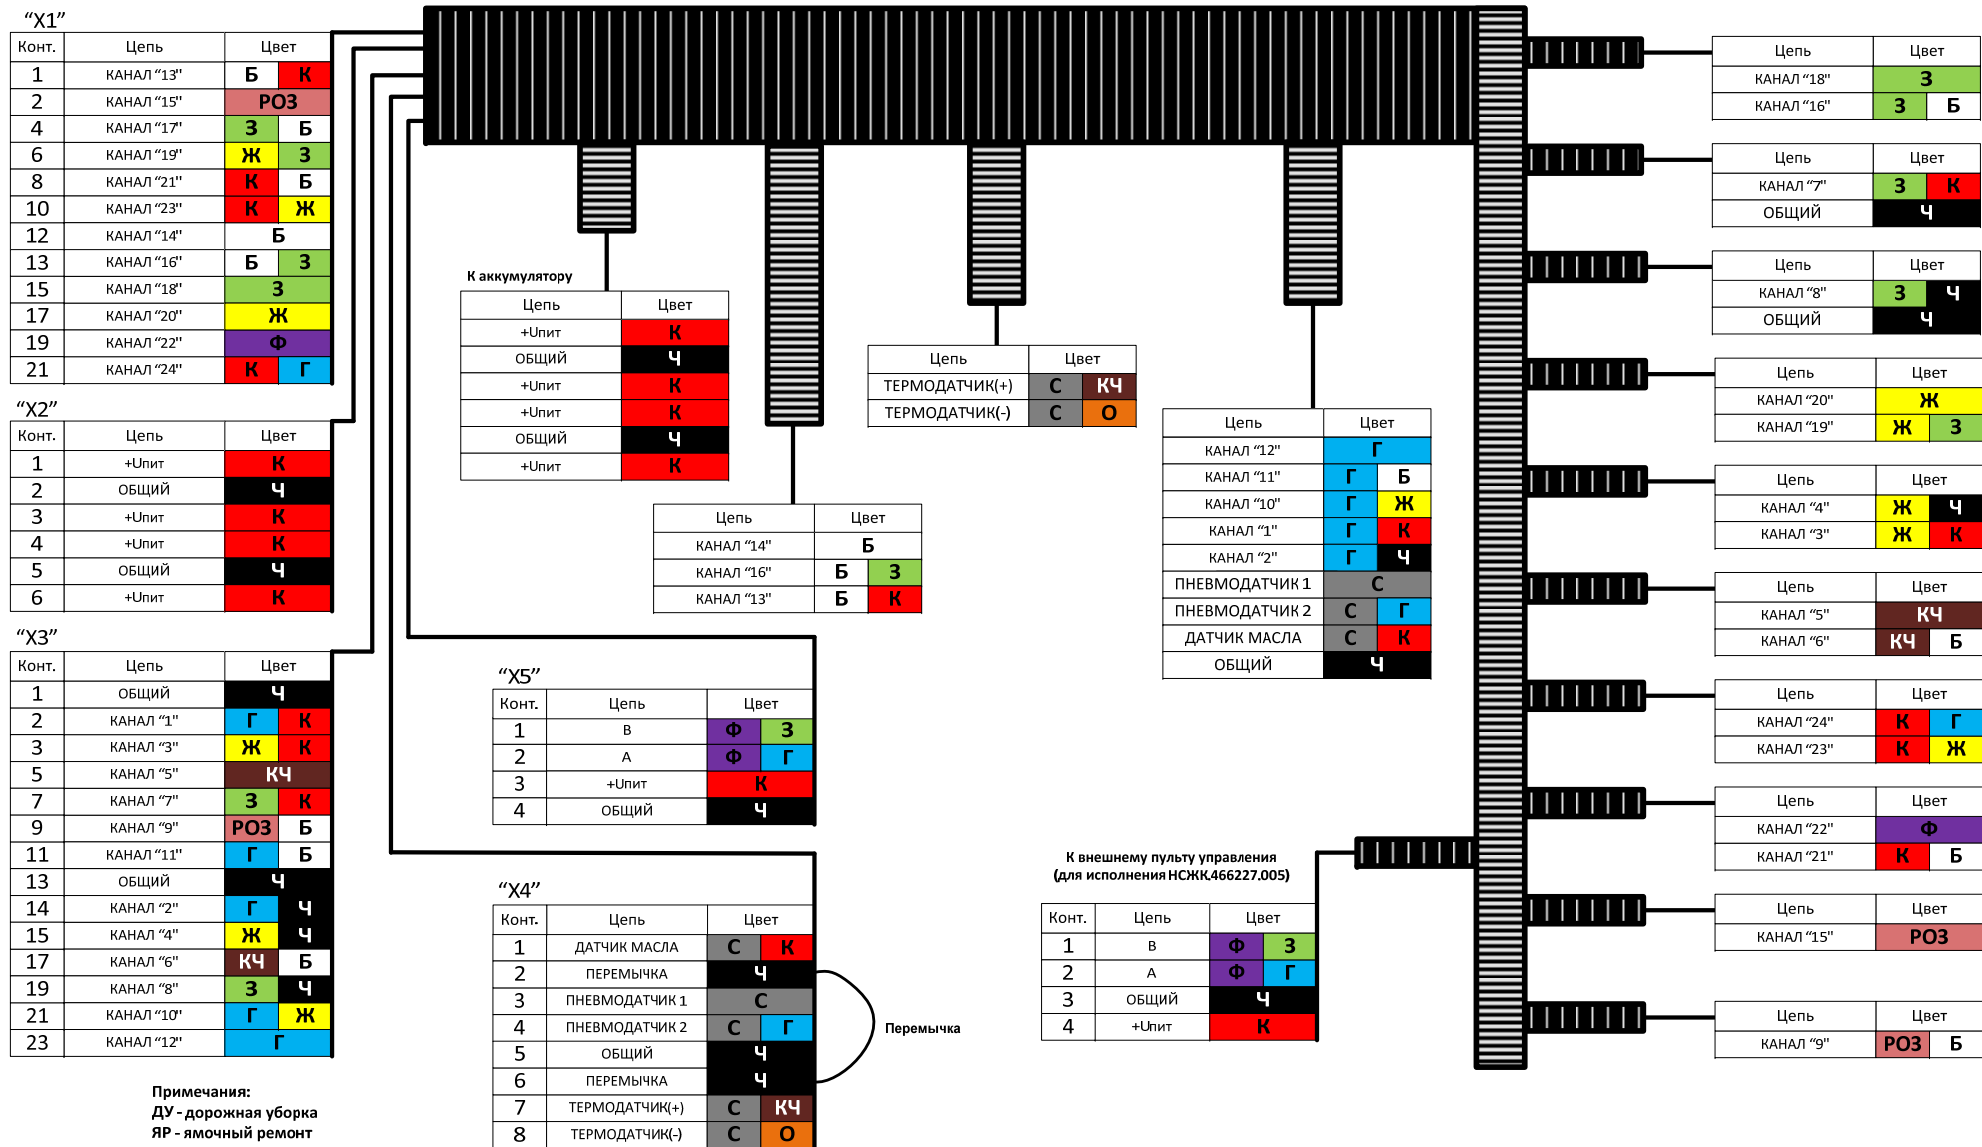

Рисунок 6.5 - Схема подключения жгута соединительного НСЖК.685613.002
2) Проложить жгут НСЖК.685613.002 (входит в комплект поставки изделия) в дорожной машине. Если требуется предварительная установка разъемов гидроагрегатов на жгут, то следует монтаж жгута в машине проводить уже после этого. Прокладывание жгута следует проводить так, чтобы не повредить фиксаторы разъемов “X1...X5”. Закрепить в удобном месте датчик температуры НСЖК.468213.003 (входит в комплект поставки) и подключить его к жгуту НСЖК.685613.002 (рис. 6.5).
3) Если схема подключения гидрораспределителей к агрегатам дорожной машины соответствует варианту 1 приложения 1, то перемычку жгута НСЖК.685613.002 следует удалить (см. рисунок 6.5).
Возможность одновременной работы транспортера и насоса эмульсии, для этого необходимо перерезать перемычку выбора режима (см. рис. 6.5):